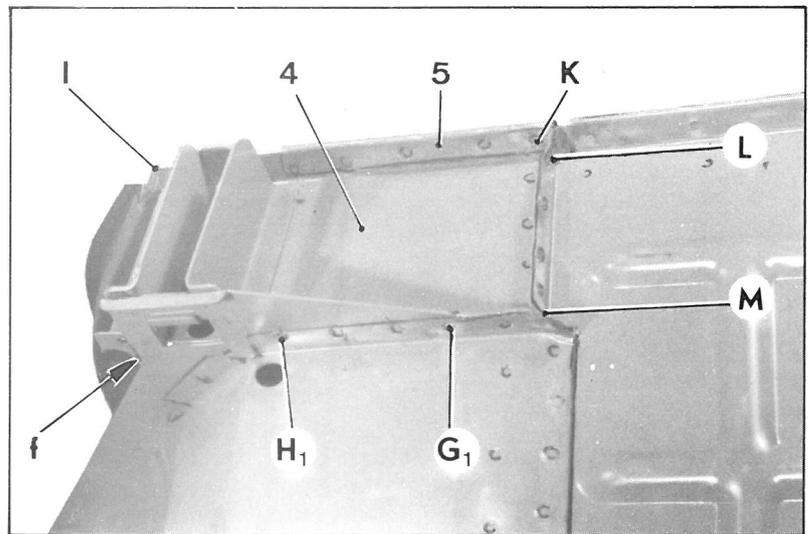

Fig. 6
14. Mettre en place les tôles de fermeture (4) (fig. 6)
en MH₁ (fig. 6)
en IK (fig. 6)
en MG₁ (fig. 6)
en G₁ H₁ (fig. 6) (côté tôle de fermeture)
en f et M (fig. 6)
- la tôle de sertissage (5) (fig. 6)